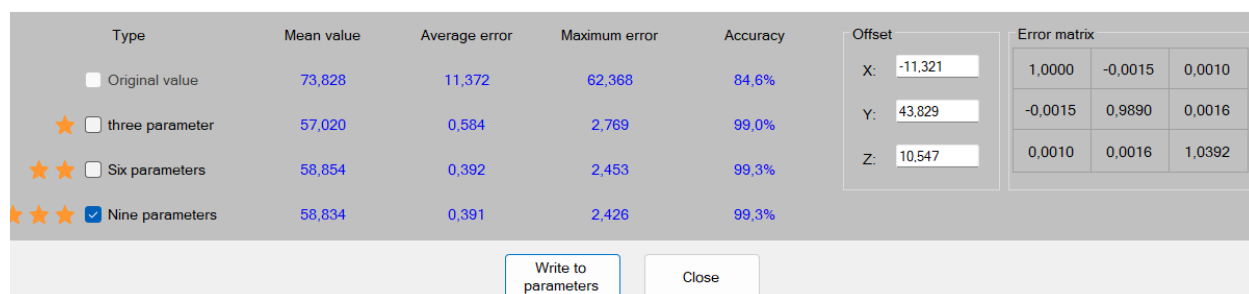

Рисунок 9 – Надсилання даних калібрування до модуля
5.7 Натиснути кнопку Write to parameters для того щоб надіслати обчислені у ході калібрування показники до модуля (рис. 9).